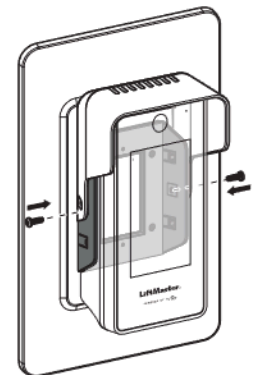

Figure 8
4. Une fois les deux côtés en place, serrez les nouvelles vis fournies avec le CAPXSHOOD à l'aide d'un tournevis Torx T20. (Voir figure 8)